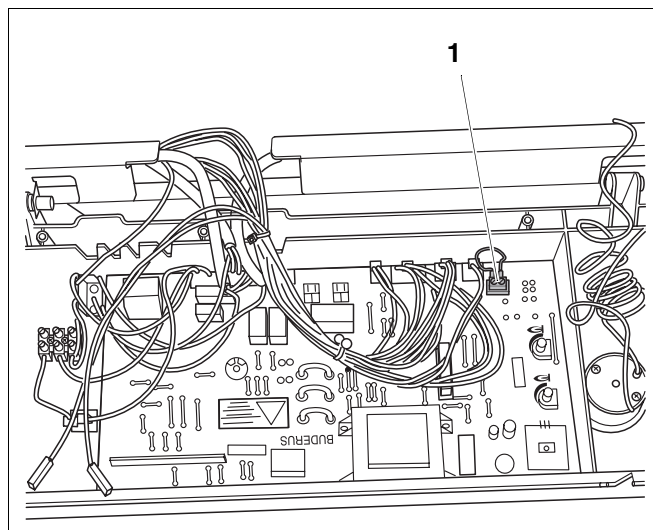

Fig. 31 Verificarea termostatului de încăpere
- Se realizează o punte între conexiunile (Con 3) (Fig. 31, Poz. 1).